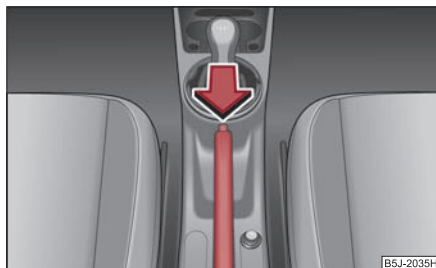

Fig. 122 Consola centrală:
- Acționați maneta puțin în sus **și în același timp** apăsați butonul de blocare ⇒ fig. 122.